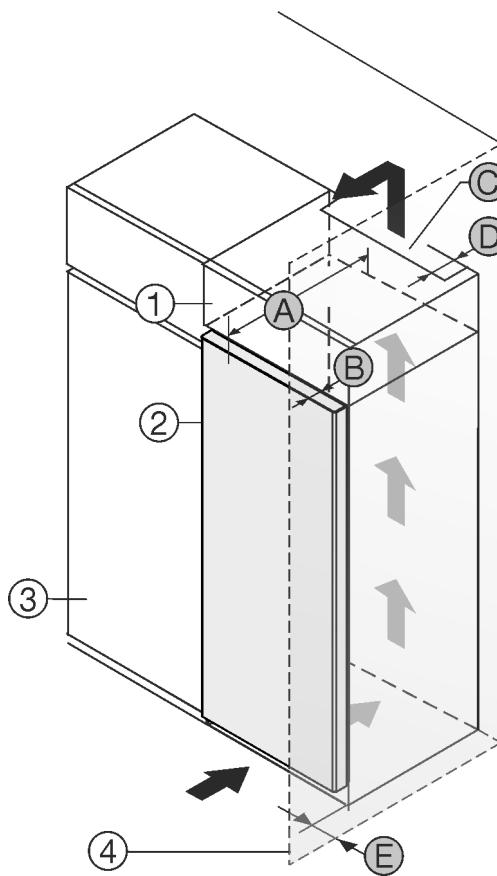

Fig. 1
Můžete přístroj nainstalovat přímo vedle kuchyňské skříňky Fig. 1 (3).*
Na zadní straně nástavné skříňky musí být větrací šachta hluboká Fig. 1 (D) přes celou šířku nástavné skříňky.*
Pod stropem místnosti musí být dodřen ventilační průřez Fig. 1 (C).*
Když přístroj instalujete závesy vedle stěny Fig. 1 (4), musí být vzdálenost mezi přístrojem a stěnou minimálně 13 mm.*
Když přístroj instalujete závesy vedle stěny Fig. 1 (4), musí být vzdálenost mezi přístrojem a stěnou minimálně 20 mm.*
Aby bylo možné dvířka plně otevřít, musí přístroj přesahovat o hloubku dvířek Fig. 1 (B) vůči přední linii kuchyňské skřínky. V závislosti na hloubce kuchyňských skříněk Fig. 1 (3) a použití vymezovačů odstupu od stěny může přístroj vyčinovat dále.*